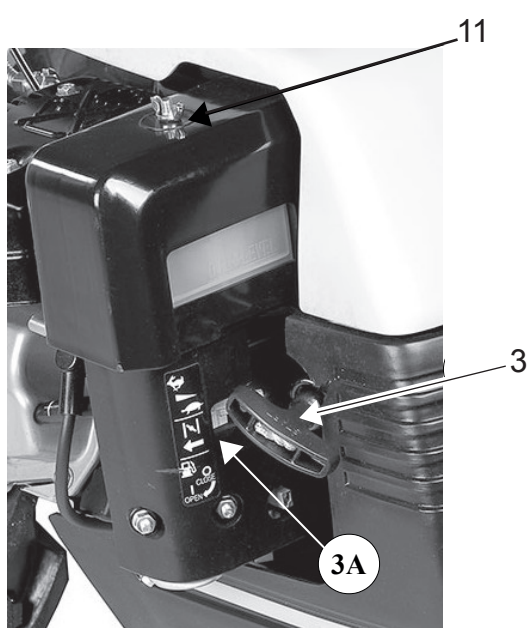

Abb. 1A
- Wenn dies nicht der Fall ist, die Einstellung des Kupplungsseil prüfen (Abb. 1A, Pos. 4).
- kontrollieren, dass der Hebel für Vorwärts- und Rückwärtsgang (Abb. 1A, Pos. 6) sich im Vorwärts- und nicht im Rückwärtsgang befindet.
- kontrollieren, dass der rote Kupplungshebel ganz gedrückt ist (Abb. 1A, Pos. 2A).
Wenn dies nicht der Fall ist, die Einstellung des Kupplungsseil prüfen (Abb. 1A, Pos. 4).
- prüfen, dass der Gashebel (Abb. 1A, Pos. 1) sich in der Position „0“ befindet.
- 1) Vor dem Übergang vom Vorwärts- in den Rückwärtsgang und umgekehrt muss immer der rote Kupplungshebel (Abb. 1A, Pos. 2) hochgestellt werden.
- 2) Bevor Sie den Zapfwellenhebel loslassen, muss der rote Kupplungshebel (Abb. 1A, Pos. 2) hochgestellt werden.